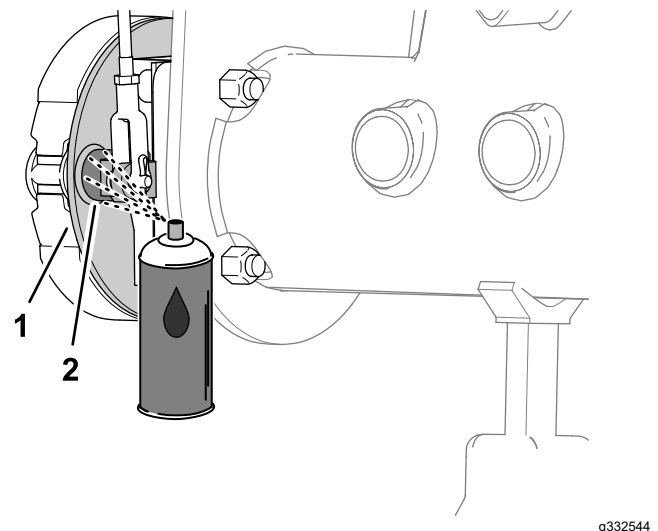
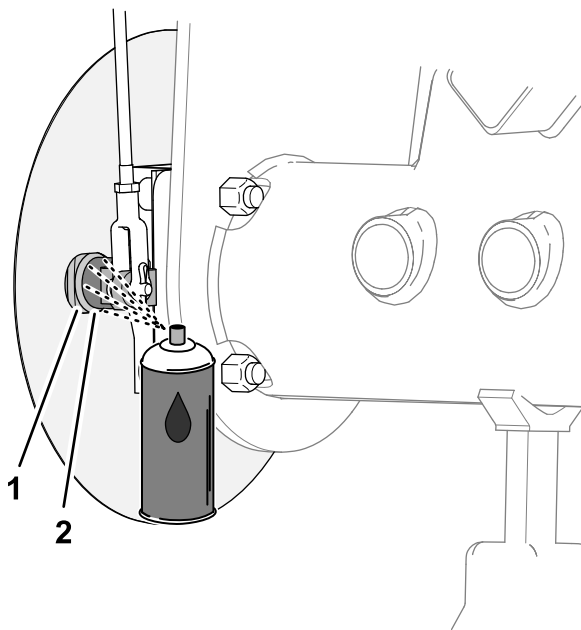

Bild 81
Bild 82
1. Sprühen Sie auf der Innenseite des Brems-Stützplatte (Maschinen ohne dem optionalen Grasschutzblech an den Felgen) oder des Radschutzblechs (Maschinen mit dem optionalen Grasschutzblech an den Felgen) Kriechöl zwischen die Bremsnockenwelle und der Brems-Stützplatte (Bild 81 oder Bild 82).